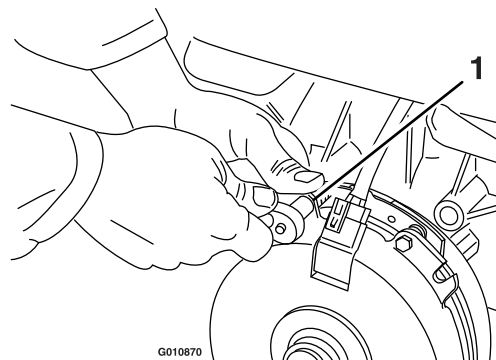

Figura 66
- A. Afloje ambos pernos de montaje del freno entre media y una vuelta, según se muestra en Figura 66.